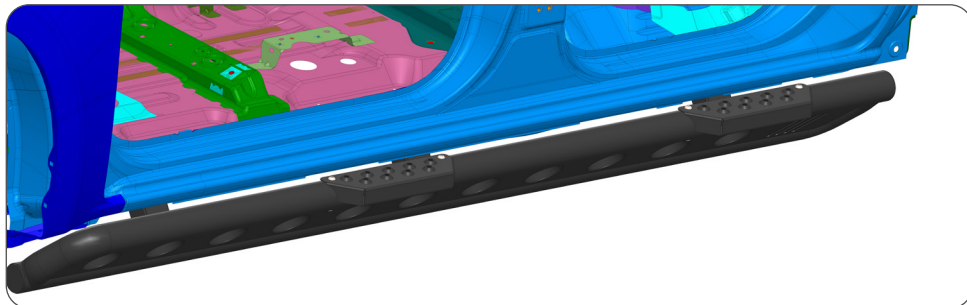

Abb. 04: Trittstufen montiert / entry steps mounted
**Mit den beiliegenden M8 Linsenkopfschrauben die Einstiegstritte wie in Abb. 04 gezeigt verschrauben. Wenn die Trittstufen nicht montiert werden Gewinde mit den Schrauben verschließen.**
Use the M8 lens head bolts to mount the entry steps, like shown in Abb. 04. If you do not want to mount the entry steps close the threaded holes with the bolt alone.